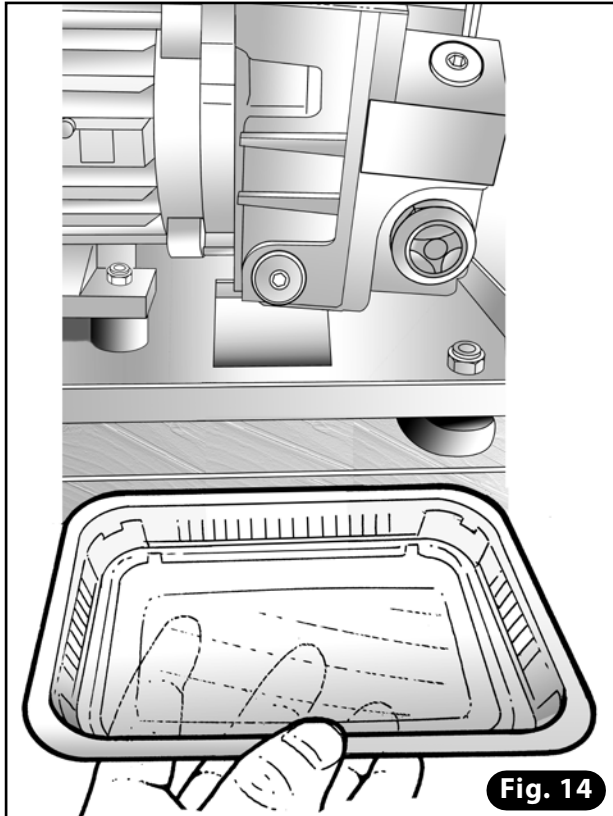

Fig. 14
- 8) Apoyar un recipiente con adecuada capacidad (0,5 lt) en cercanías del tapón de descarga (Fig. 14). Con la misma llave hexagonal, desenroscar el tapón de descarga y hacer fluir el aceite en el recipiente esperando aproximadamente 10 minutos.